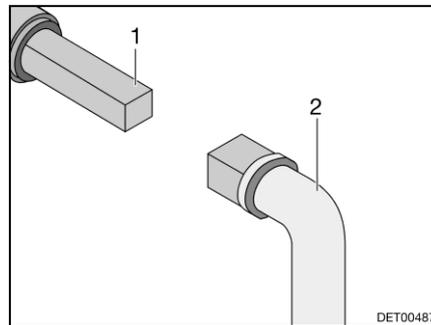

Fig. 107 Utilizzo del rubinetto di scolo delle acque grigie
- Inserire la chiave (Fig. 107,2) sul perno quadro (Fig. 107,1).